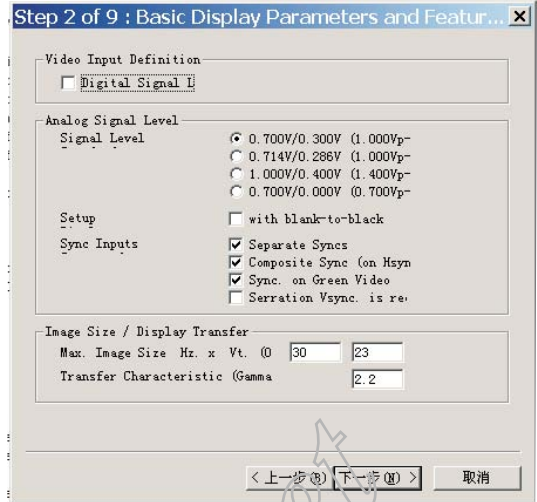

Fig. 14
1. Click Next, bring up Fig. 14.